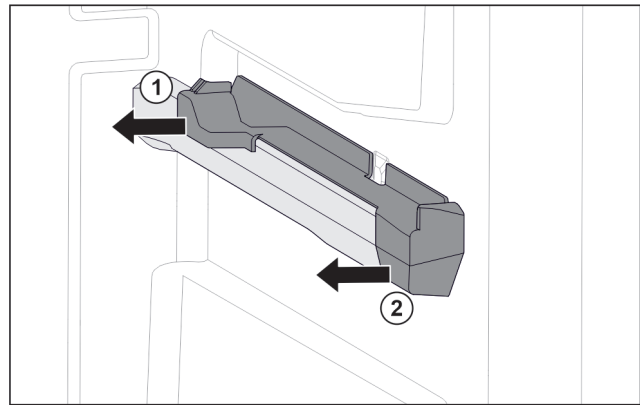

Fig. 43 Insteekelmsnt op rechter containerrib
- Insteekelmsnt achter naar de zijkant toe eraf trekken. Fig. 43 (1)
- Insteekelmsnt voor naar de zijkant toe eraf trekken. Fig. 43 (2)